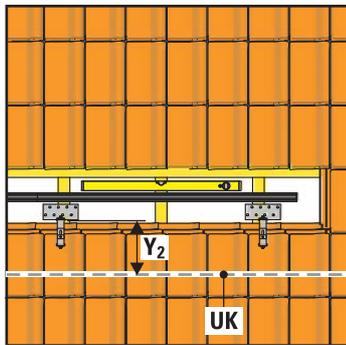
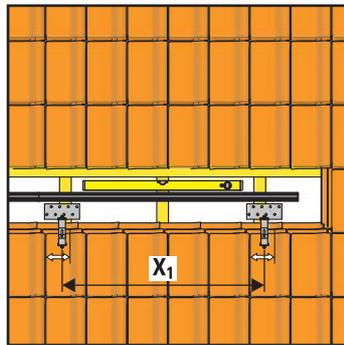

Fig. 3-6 Alignement des crochets de montage sur toit par rapport au bord inférieur prévu des capteurs solaires UK à un écartement  $Y_2$
Fig. 3-7 Détermination de la position de montage des crochets
4. Déterminez les emplacements de montage des crochets de couvreur. Répartissez les crochets uniformément sous le rail de profilé de montage (fig. 3-6 et fig. 3-7).